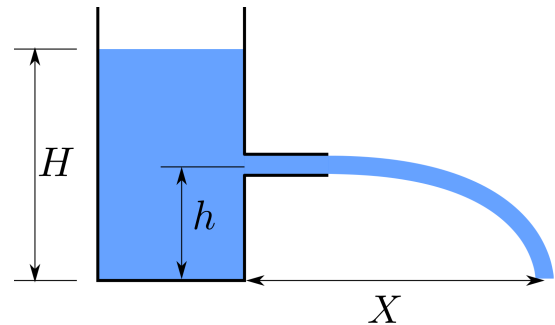

Figura 3: Reservatório.
**Exercício 3.** Para o reservatório representado na figura 3, use a equação de Bernoulli para obter uma expressão para a distância  $X$ , que é a distância em que o jato livre de água irá alcançar na horizontal antes de tocar o chão. Para qual razão  $h/H$  essa distância  $X$  será máxima? **Respostas:**  $X = 2\sqrt{h(H-h)}$ ;  $X$  será máximo para  $h/H = 0,5$ .